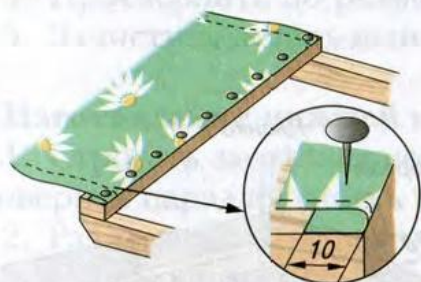

Рис. 87. Крепление сиденья
5. Подогнуть ткань сиденья на 10 мм и прикрепить её к планке 2 внешней рамки мебельными гвоздями (рис. 87).